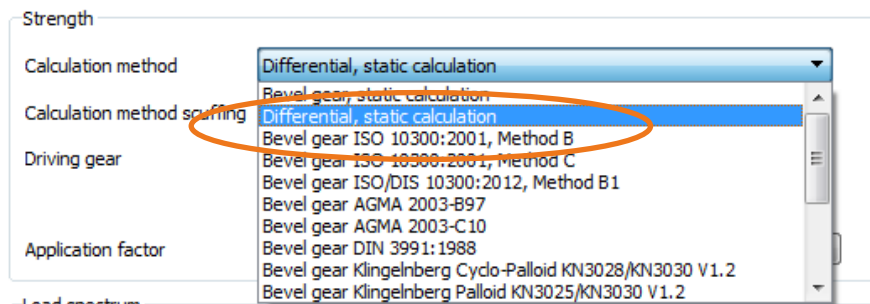

图 6. "Differential, static calculation" 强度校核
1. 在 "Rating" → "Calculation method" 下，选择 "Differential, static calculation" 算法（如图 6）。